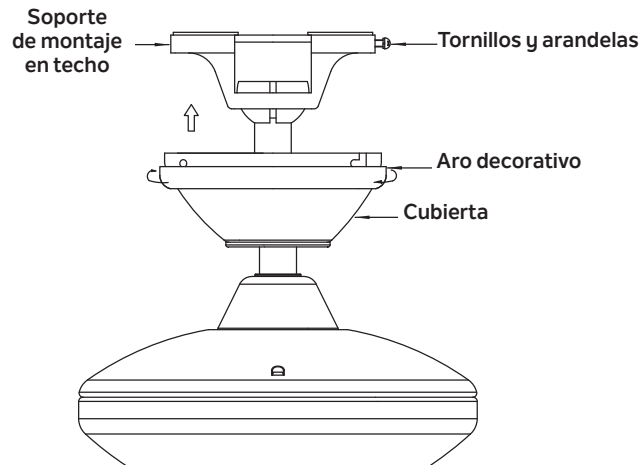

Fig. 12
Paso 2. Desliza la cubierta hasta el techo y asegúrala al soporte de montaje de techo usando 4 tornillos en el borde superior del soporte de montaje. Inserta cada tornillo en el orificio de montaje de la cubierta y dentro del soporte de montaje. Aprieta firmemente todos los tornillos. (Fig. 12).